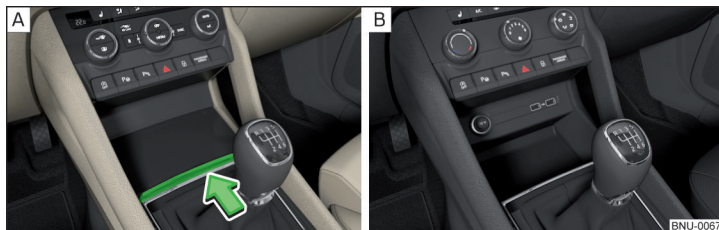

Abb. 104 Ablagefach öffnen / Nicht abschließbares Ablagefach
- Zum **Öffnen** auf die Leiste in Pfeilrichtung drücken » Abb. 104 - **A**.
Bestimmte Modellausführungen verfügen über keinen Deckel des Ablagefachs » Abb. 104 - **B**.